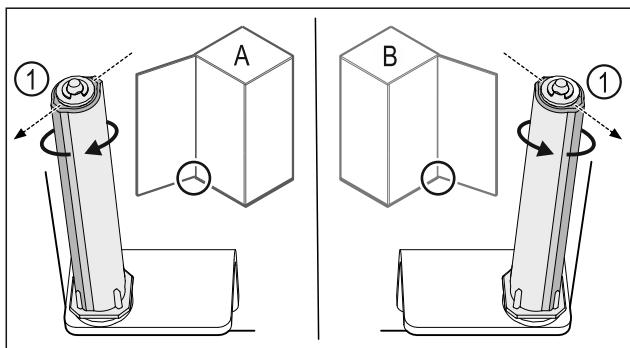

Fig. 45 Okretanje nalijevo (A) / okretanje nadesno (B)
- Okrećite sustav zatvaranja do kraja dok lamela sustava zatvaranja Fig. 45 (1) ne bude usmjerenja prema van.